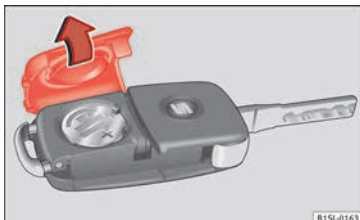

Abb. 99 Fahrzeugschlüssel: Deckel für Batteriefach.
- Abdeckung auf der Rückseite des Fahrzeugschlüssels » Abb. 99 in Pfeilrichtung abnehmen » ①.
- Abdeckung wie gezeigt ansetzen » Abb. 99 und entgegen der Pfeilrichtung auf das Fahrzeugschlüsselgehäuse drücken bis sie einrastet.